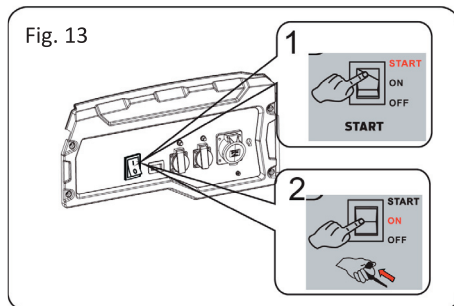

Fig. 13
- Vrid tändlåset till positionen Start för att försöka starta motorn. Om motorn roterar, men inte startar inom 15 sekunder, vänta i ca 1 minut innan du försöker igen. (Se fig. 13).